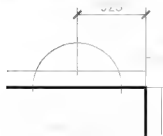
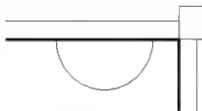

图 4.122 绘制圆
图 4.123 修剪圆
② 在指定圆的半径或 [直径(D)]: 提示下，输入圆的半径“600”后按 Enter 键，结果如图 4.122 所示。
(3) 用【修改】命令将图 4.122 修改至如图 4.123 所示，再用【偏移】命令将图 4.122 内的圆弧向内偏移 50。